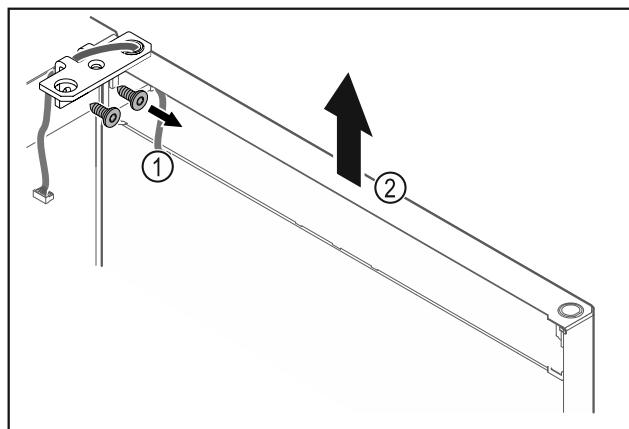

Fig. 27
- ▶ Odvrnite kutne šarke Fig. 27 (1).
- ▶ Dignite vrata s kutnim šarkama Fig. 27 (2) cca 200 mm ravno prema gore i skinite ih.